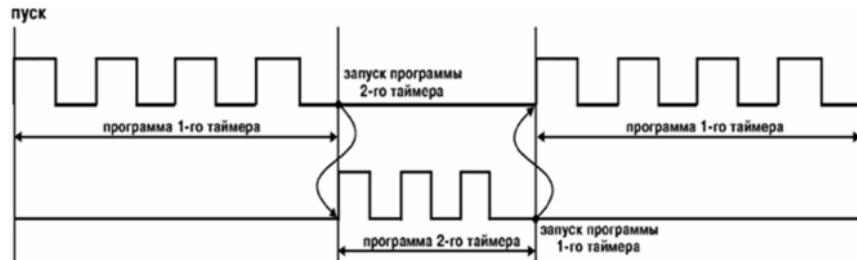

Рисунок 3.20
3.1.7.7 При  $\text{«rESt»} = 6$  (установка возможна только при значениях  $\text{«Inp»} = 1, 2$  или  $3$ ) в случае завершения выполнения программы таймера 1 произойдет запуск или перезапуск таймера 2. В свою очередь завершение выполнения программы таймера 2 приведет к запуску или перезапуску таймера 1 (рисунок 3.20).